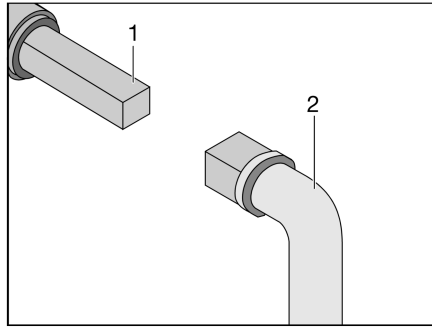

Bild 355 Bedienung Abwasserhahn
- Schlüssel (Bild 355,2) auf Vierkant (Bild 355,1) stecken.